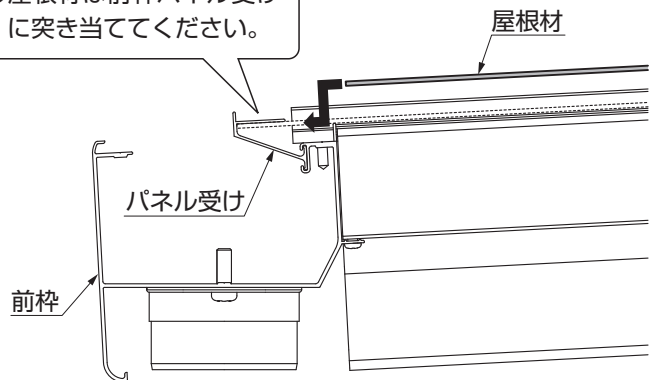

図6-4 前枠側
- ② 屋根材を前枠のパネル受けに差込んでください。(図6-4参照)